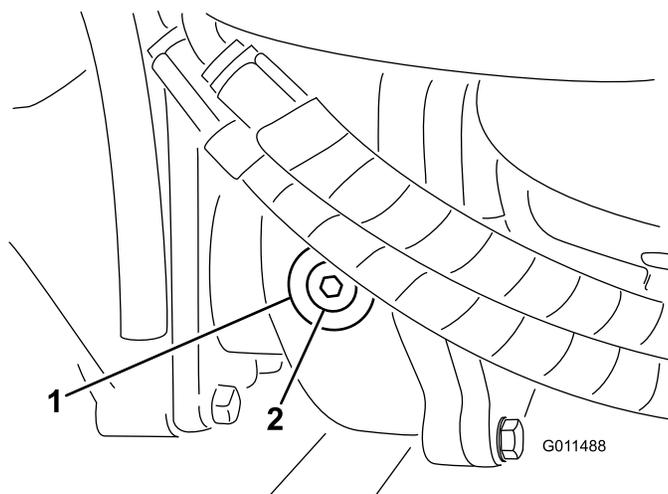

Рисунок 108
- Снимите пробку контрольного (заливного) отверстия с левой стороны редуктора и убедитесь, что масло доходит до нижнего края отверстия (Рисунок 108).